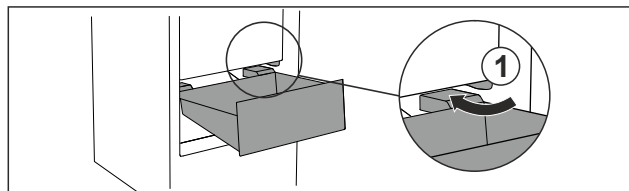

Fig. 57
- Før skuffen rundt stopperne Fig. 57 (1) på skrå.